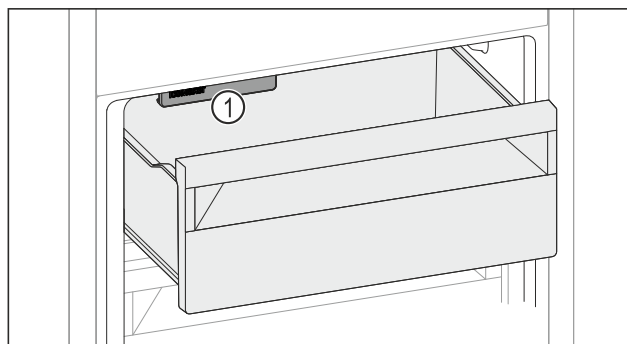

Fig. 157
- ▶ Upoštevajte IceMaker Fig. 157 (1).